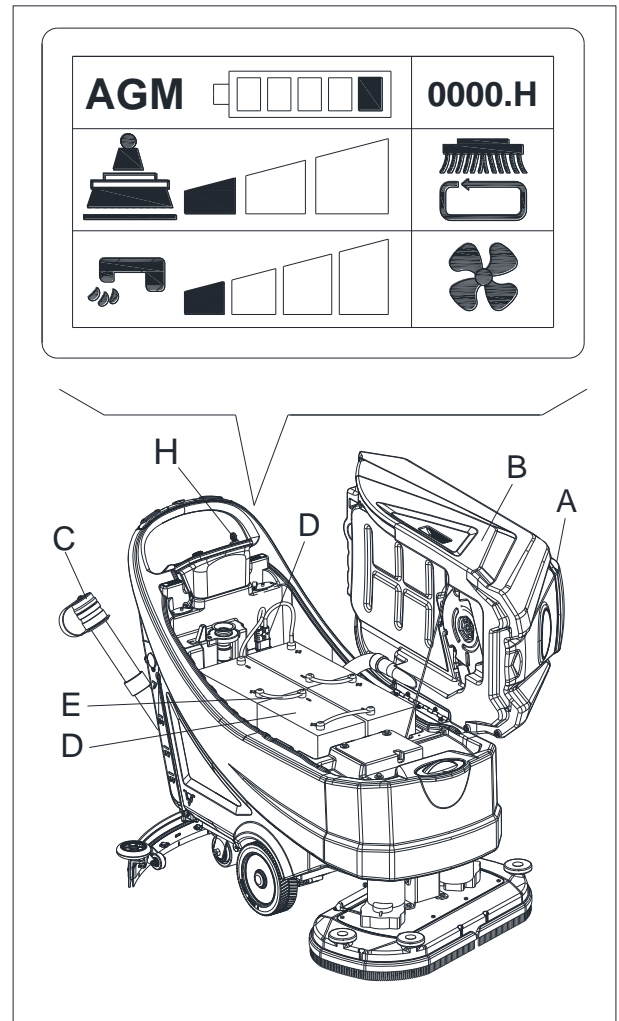

Abbildung 20
1. Öffnen Sie den Deckel (A, Abb. 20), vergewissern Sie sich, dass der Schmutzwassertank (B) leer ist oder entleeren Sie ihn über den Abflussschlauch (C).
3. Drehen Sie den Zündschlüssel (H) auf "0".
4. Heben Sie vorsichtig den Tank (B).